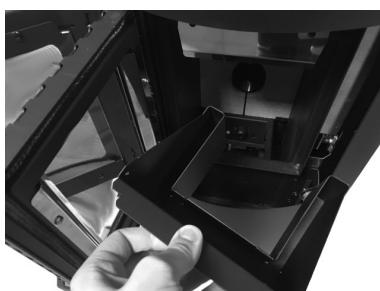

Fig. 20 - Extraction de le tiroir à cendre
- Enlever le tiroir à cendre (voir **Fig. 20**) de son logement en le soulevant et vider la cendre.